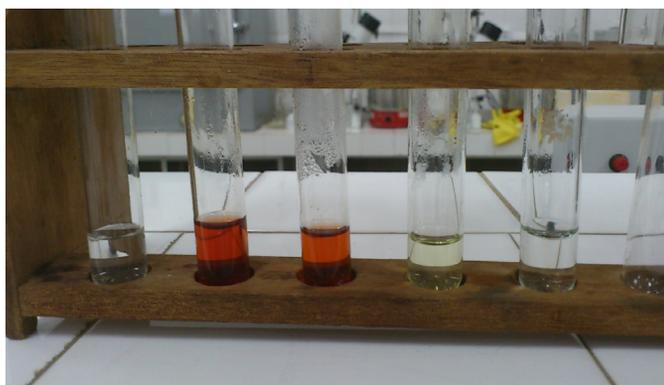
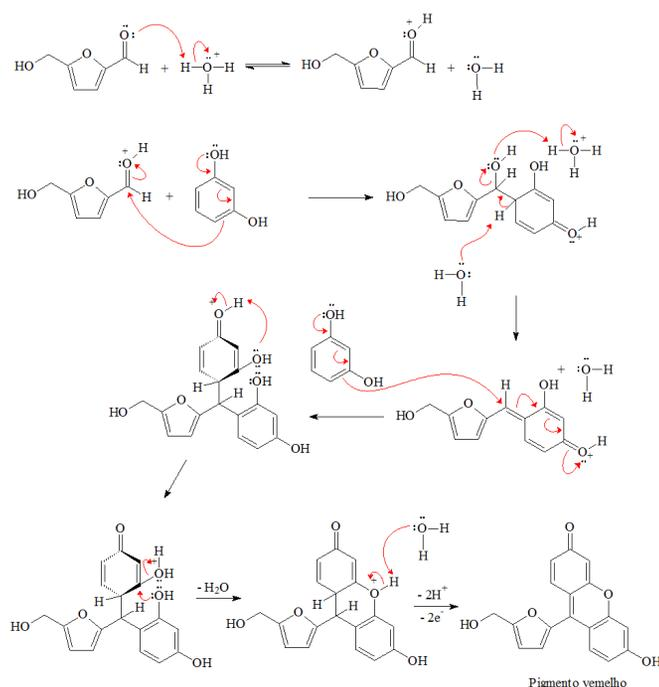

Figura 13 - Resultado do Teste de Seliwanoff.
Figura 14 - Mecanismo da Reação de Seliwanoff.
1. Inicialmente todos os tubos estão incolores, após o aquecimento os tubos da frutose e da sacarose adquirem uma coloração vermelho-cereja. A frutose era esperado pois a mesma trata-se de uma cetose. A sacarose é um dissacarídeo formado pela frutose e glicose com uma ligação acetal. Em meio ácido essa ligação é hidrolisada, liberando glicose e frutose. A frutose liberada então também dá teste de Seliwanoff positivo (Figura 13). O mecanismo da reação é mostrado na Figura 14.